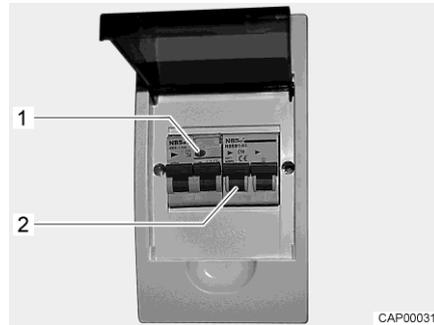

Bild 51 230-V-Sicherungskasten mit Leitungsschutzschalter und FI-Schalter
Ein Fehlerstrom-Schutzschalter (FI-Schalter) im Sicherungskasten sichert das gesamte Fahrzeug gegen Fehlerstrom (0,03 A) ab. Der nachgeschaltete Leitungsschutzschalter (10 A) (Bild 51,2) sichert das 230-V-Bordnetz ab.
- Wenn das Fahrzeug an die 230-V-Versorgung angeschlossen ist, die Prüftaste (Bild 51,1) drücken. Der Fehlerstrom-Schutzschalter muss auslösen.